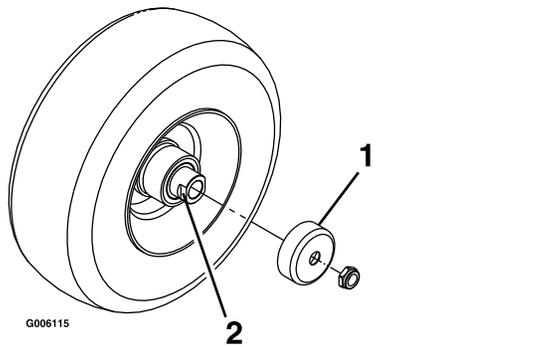

Figura 47
4. Togliete le protezioni di tenuta dal mozzo della ruota (Figura 47).